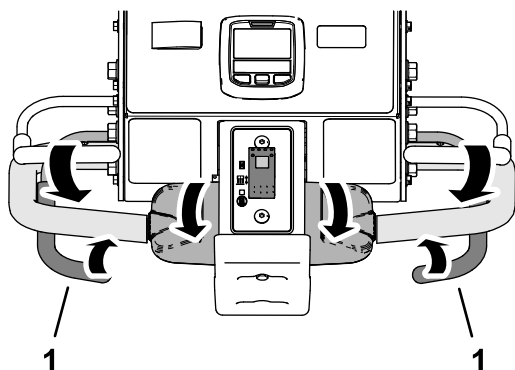

Figura 94
3. Stringete la barra di arieggiatura destra o sinistra (Figura 94).